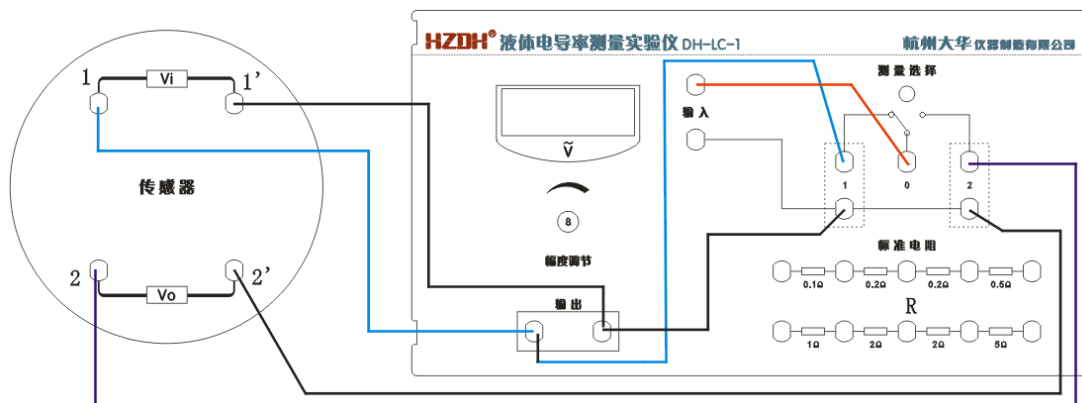

图 6 测量饱和食盐水溶液的电导率接线图（传感器置于待测液体中）
5. 根据校准的 K 值, 测量常温下饱和食盐水溶液的电导率 (接线图参见图 6)。